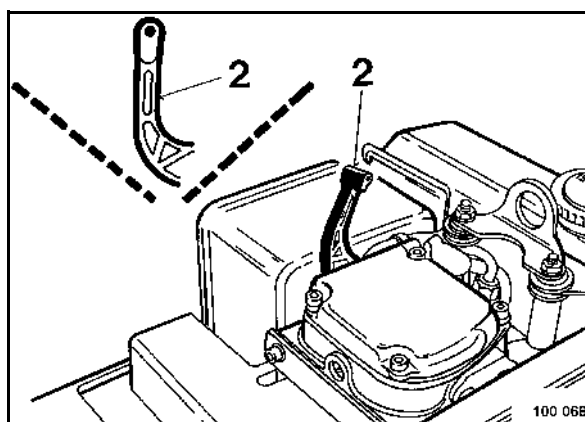

fig. 62
- Ramener le levier de décompression (2) (fig. 62) sur position initiale.